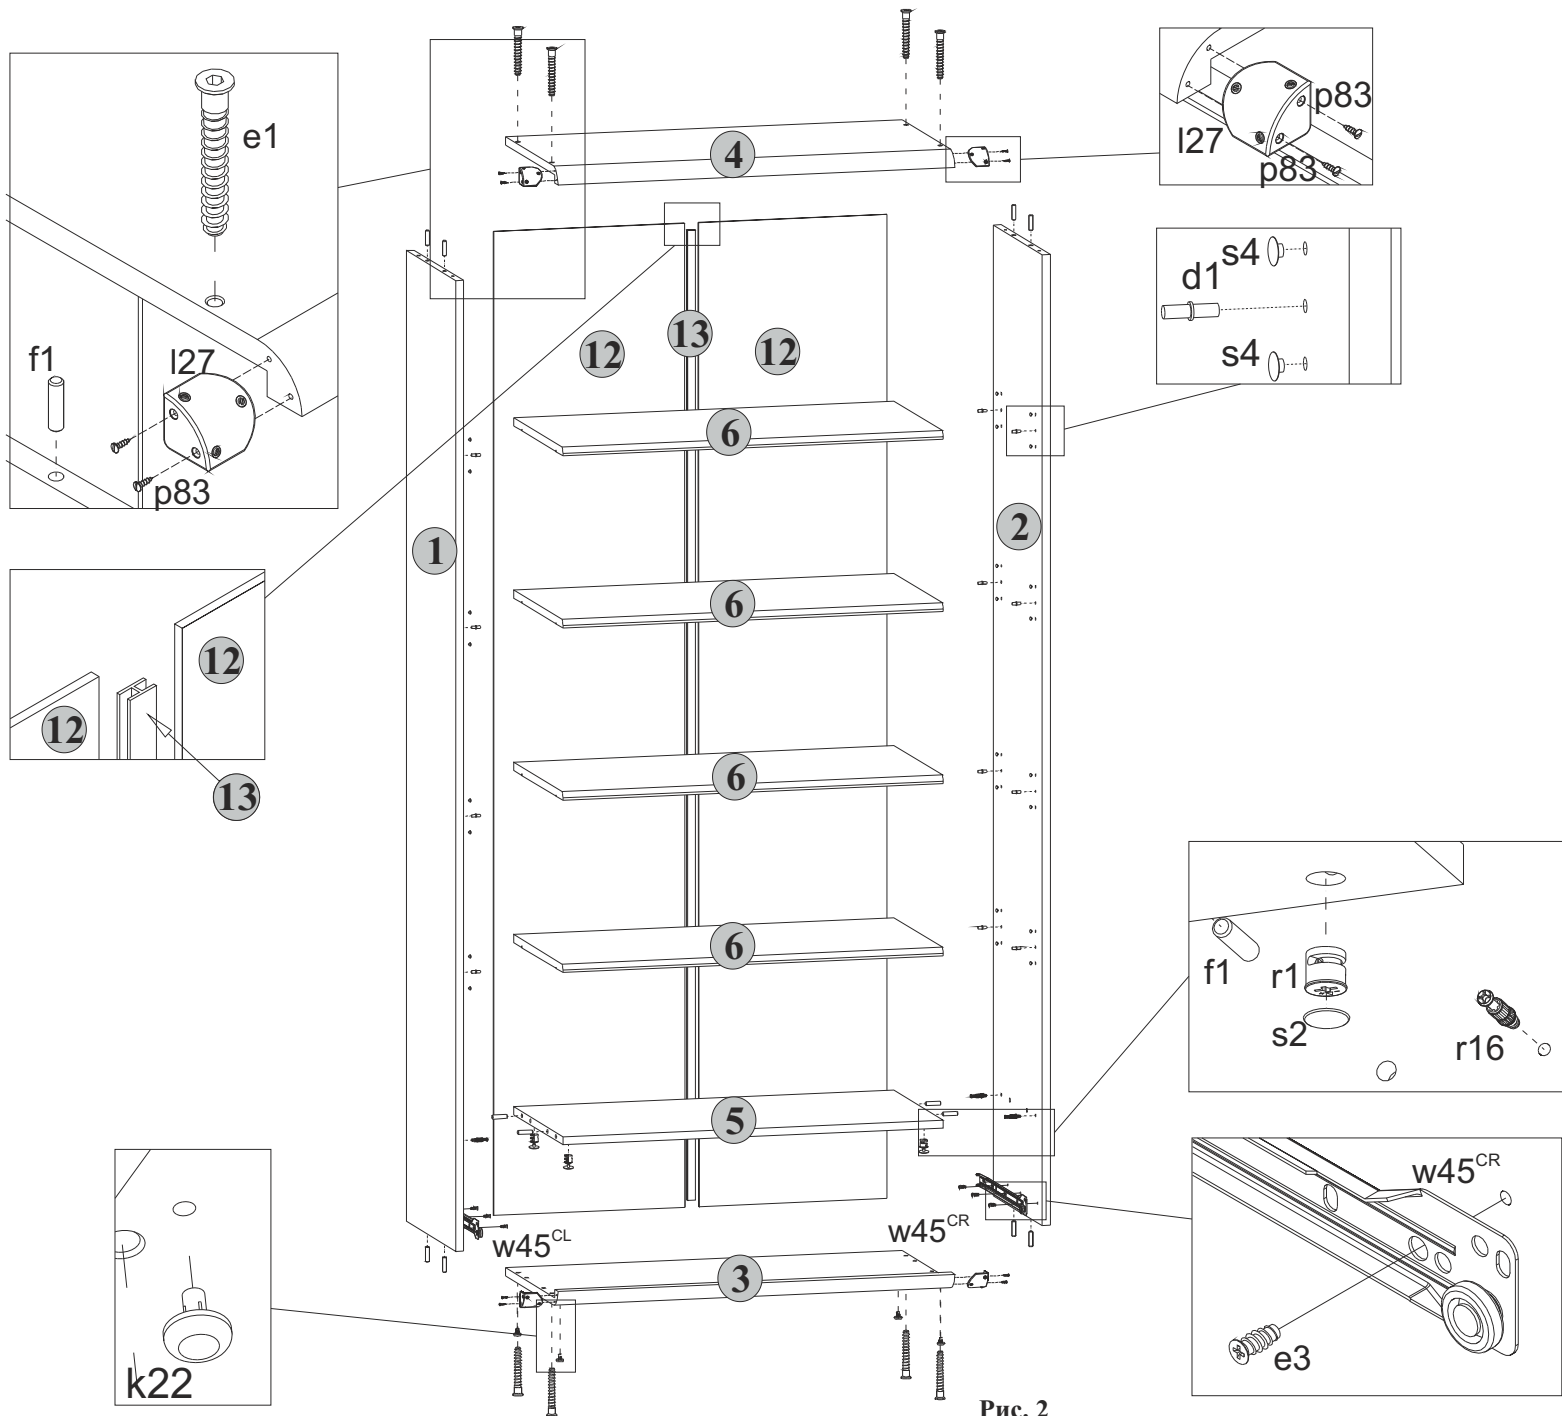

Рис. 2
5.4 В отверстия диаметром 5 мм над направляющими w45^{CL} и w45^{CR} на внутренних поверхностях стенок боковых 1 и 2 вкрутить винты стяжки r16, пользуясь крестообразной отверткой (см.рис. 2).
5.5 В остальные отверстия диаметром 5 мм на внутренних поверхностях стенок боковых 1 и 2 в зависимости от уровня расположения полок вкладных вставить полкодержатели d1. Оставшиеся отверстия закрыть заглушками s4 (см.рис. 2).
5.6 На нижней поверхности полки соединительной 5 в отверстия диаметром 15 мм вставить стяжки эксцентриковые r1 (см.рис. 2).
5.7 В отверстия диаметром 4,5 мм на нижней поверхности щита нижнего 3 вставить опоры полимерные k22 (подпятники) (см.рис. 2).
5.2 В отверстия диаметром 8 мм на верхних и нижних кромках стенок боковых 1 и 2, а также на боковых кромках полки соединительной 5 вбить деревянные шканты f1 (см.рис. 2).